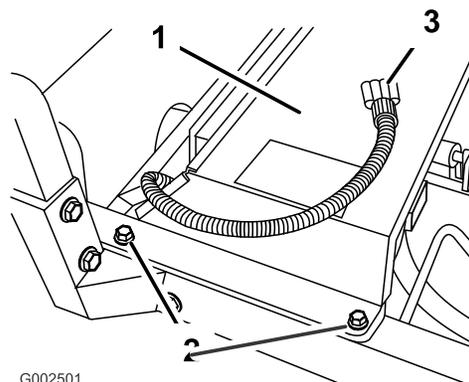

Figura 19
2. Installate il gruppo copri-radiatore sopra il radiatore del veicolo (Figura 19).